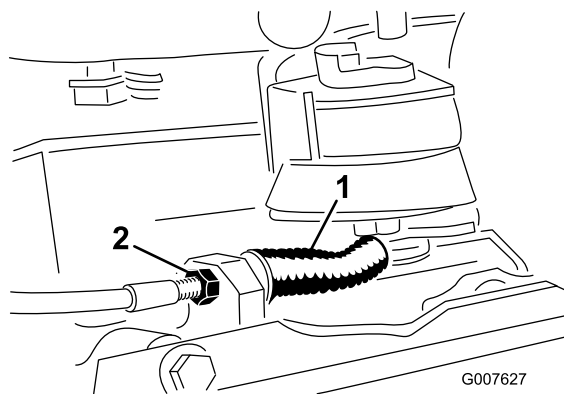

Figure 33
- Pour diminuer la tension du câble, desserrez l'écrou de blocage avant et serrez l'écrou de blocage arrière (Figure 33). Répétez les opérations 1 et 2 et modifiez le réglage au besoin.
- Pour augmenter la tension du câble, serrez l'écrou de blocage avant et desserrez l'écrou de blocage arrière (Figure 33). Répétez les opérations 1 et 2 et modifiez le réglage au besoin.